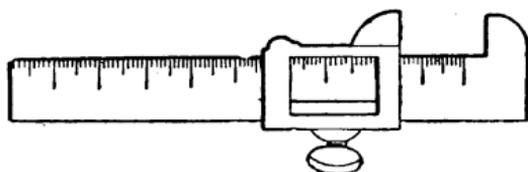

Fig. 312.
**JAUGE A TALON MOBILE.** — Cette jauge (fig. 312) est un instrument très utile pour vérifier des